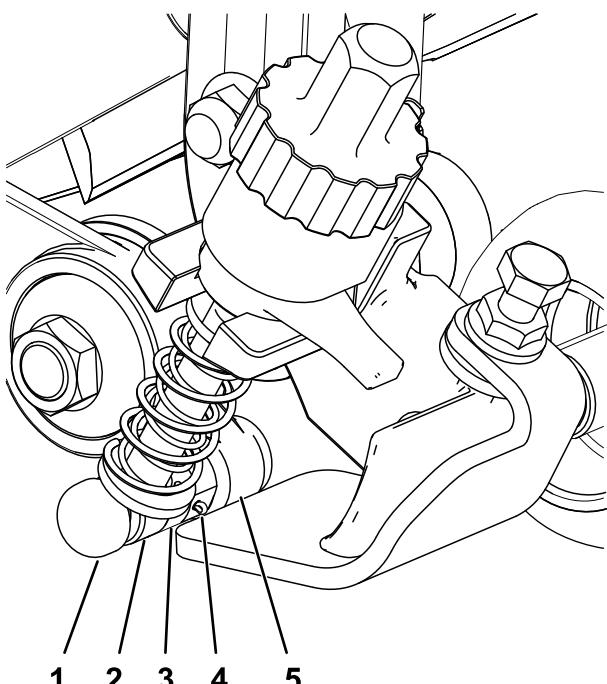

图13
6. 在固定滚刀的同时上紧驱动箱轴六角头的扭矩至 135150N·m 请参阅图13。
3. 在怠轮总成侧将剪草高度支架的调整臂杆与怠轮总成上的调节环对准然后用调节销和开口销固定图13。